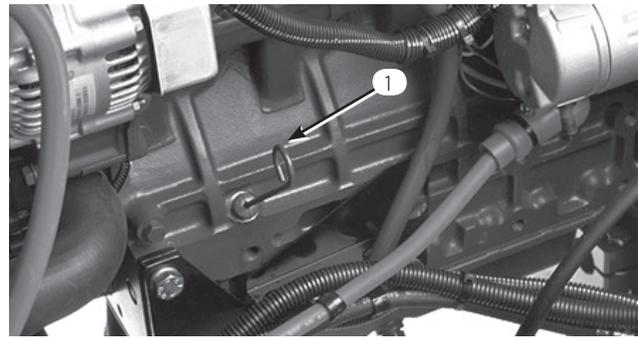

図 3
3. ディップスティックを抜き取り、ウェスできれいに拭いてもう一度差し込み、再度抜き取ってオイルの量を見る：FULLマークまであればよい (図3)。